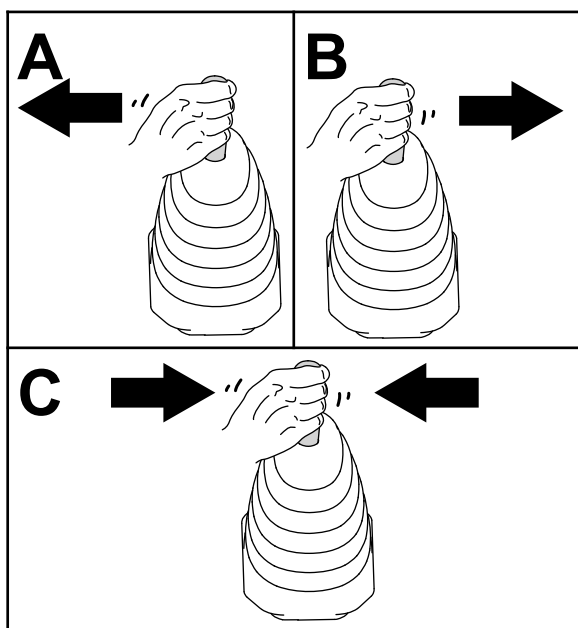

Figure 53
4. Déplacez le levier multifonction de la chargeuse à gauche, à droite, puis ramenez-le à la position POINT MORT pour libérer la pression au niveau des coupleurs hydrauliques (Figure 53).